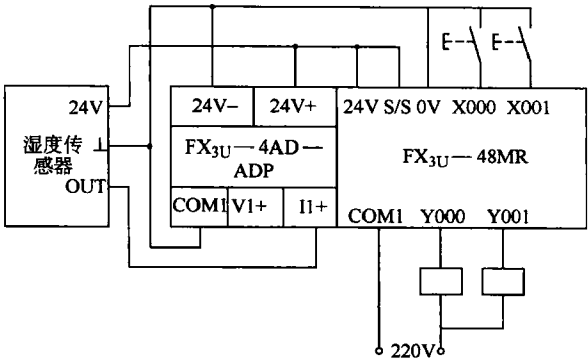

图 8-12 湿度控制接线图
(1) 控制要求 某车间要求湿度控制在 65%~70%，如果湿度低于 60% 则起动加湿器加湿，检测到湿度到 70% 停止加湿；如果湿度高于 75% 则起动除湿器除湿，检测到湿度到 65% 时停止除湿器，湿度信号由湿度变送器(0%~100%，4~20mA)采集，由 FX_{3U}—4AD—ADP 进行模拟量处理。
(2) I/O 分配及接线图 X000：起动；X001：停止；Y000：加湿接触器；Y001：除湿接触器。接线图如图 8-12 所示。